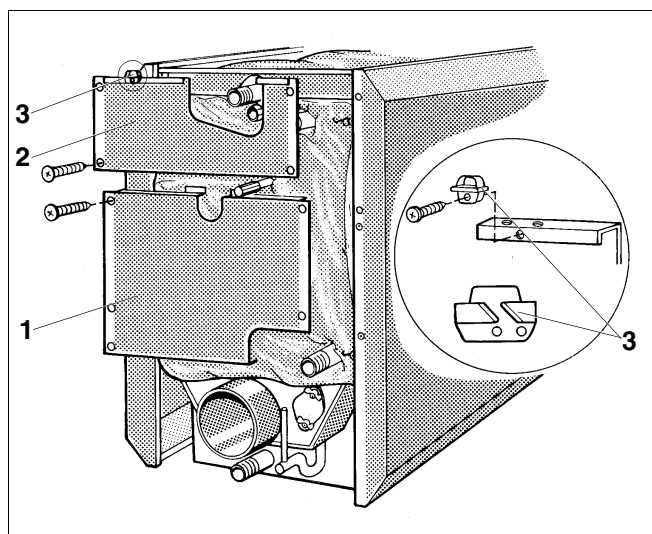

Fig. 12 Montering af bagvægge
- Skru den nederste bagvægsgdel (fig. 12, **pos. 1**) til sidevægsafkantningen med 5 pladeskruer.
- Isæt den øverste bagvægsgdel (fig. 12, **pos. 2**) med Z-afkantningen bagved den nederste bagvægsgdel (fig. 12, **pos. 1**), læg den an mod sidevægsafkantningen, og skru dem sammen med 4 pladeskruer.
- Skru en eller to kabelholdere (fig. 12, **pos. 3**) eller en kabelkanal på den øverste bagvægsgdel (fig. 12, **pos. 2**).